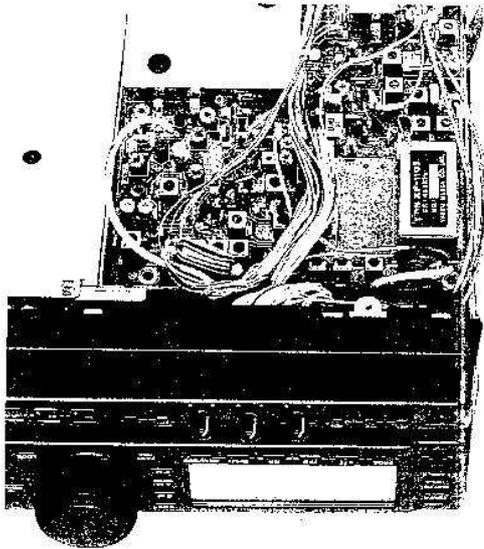

Figura 11: Los Filtro de Cristal SSB
- Si quiere instalar el XF-110S para SSB y AM estrecha, refiérase a la Figura 11, levante el borde posterior del tablero y, con cuidado, desuelde y saque el filtro cerámico. Enderece los terminales del filtro nuevo, si es necesario. A continuación, coloque cada filtro de la forma indicada en las fotos, y empujelo para que las puntas pasen a través del tablero.